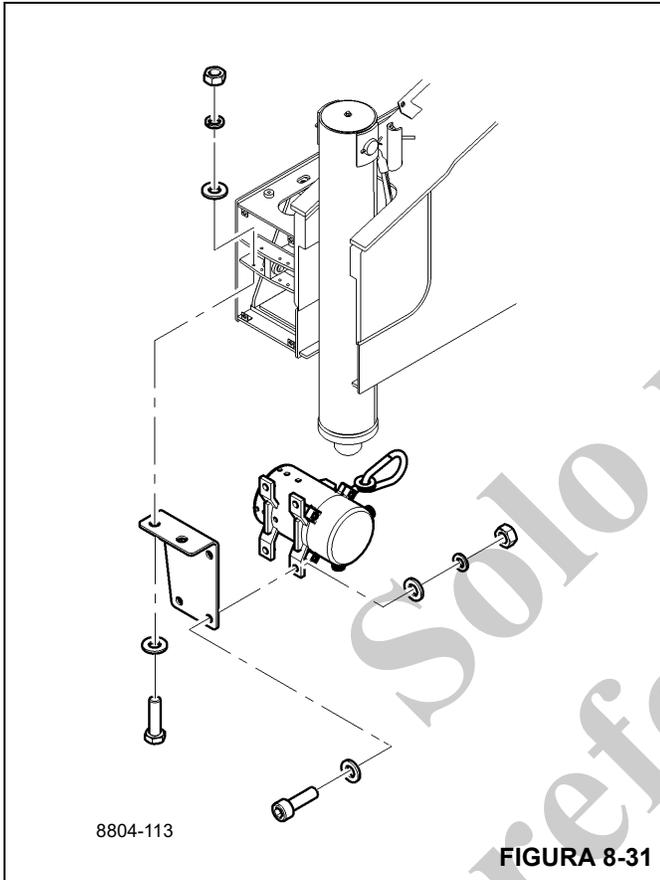

FIGURA 8-31
2. Retire el conector de potenciómetro del OMS (vea la Figura 8-31) del punto de conexión en la viga del estabilizador.
- Instale el potenciómetro del OMS en la escuadra de montaje usando cuatro tuercas, ocho arandelas y cuatro pernos (vea la Figura 8-31).